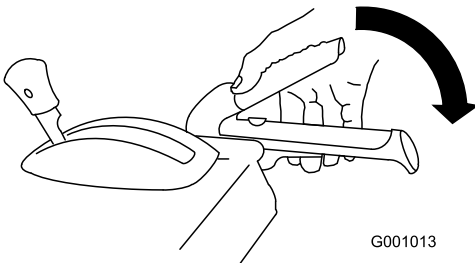

图15
- 如要接合清扫机，请将右清扫机控制杆缓慢压低至手柄（图15）。